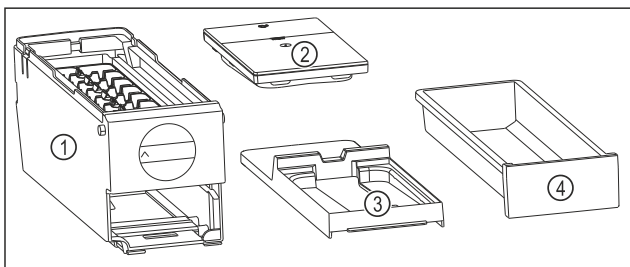

Fig. 138 Съставни части на EasyTwist-Ice
- ▷ EasyTwist-Ice е разглобен на четири части. (виж Fig. 138)
- ▶ Разглобявайте EasyTwist-Ice само на изобразените съставни части. (виж Fig. 138)
- ▶ Почистете корпуса на EasyTwist-Ice Fig. 138 (1) като едно цяло.